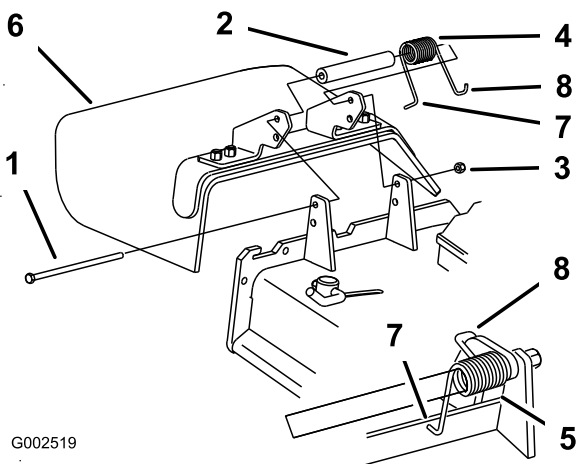

Figura 90
1. Retire la contratuerca, el perno, el muelle y el espaciador que sujetan el deflector a los soportes de pivote (Figura 90).
Nota: Asegúrese de colocar el extremo en L del muelle detrás del reborde de la carcasa antes de instalar el perno, según muestra Figura 90.
5. Coloque el extremo en J del muelle alrededor del deflector de hierba (Figura 90).